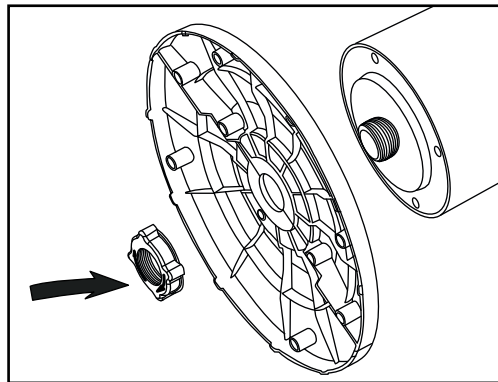

Fig. 4
- Assemble the two parts of the base (D-E) and insert them into the appliance (Fig. 4).
- Assemblez les deux parties de la base (D-E) et insérez-les dans l'appareil (Fig. 4).